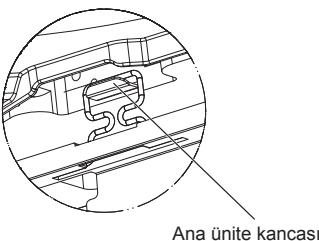

Fig. 10-5
- Izgaranın köşelerindeki vida delikleriyle ana ünitenin köşelerindeki vida montaj deliklerini hizalayın, izgaradaki iki kancayı ana ünitedeki drenaj tavası çıkışlarına tutturun ve izgarayı geçici olarak asın. (Fig. 10-5)
- Vidayı sıkıktan sonra (Fig. 10-5) iki izgara kancasının ana ünitedeki kancalara tutturulduğundan emin olun.